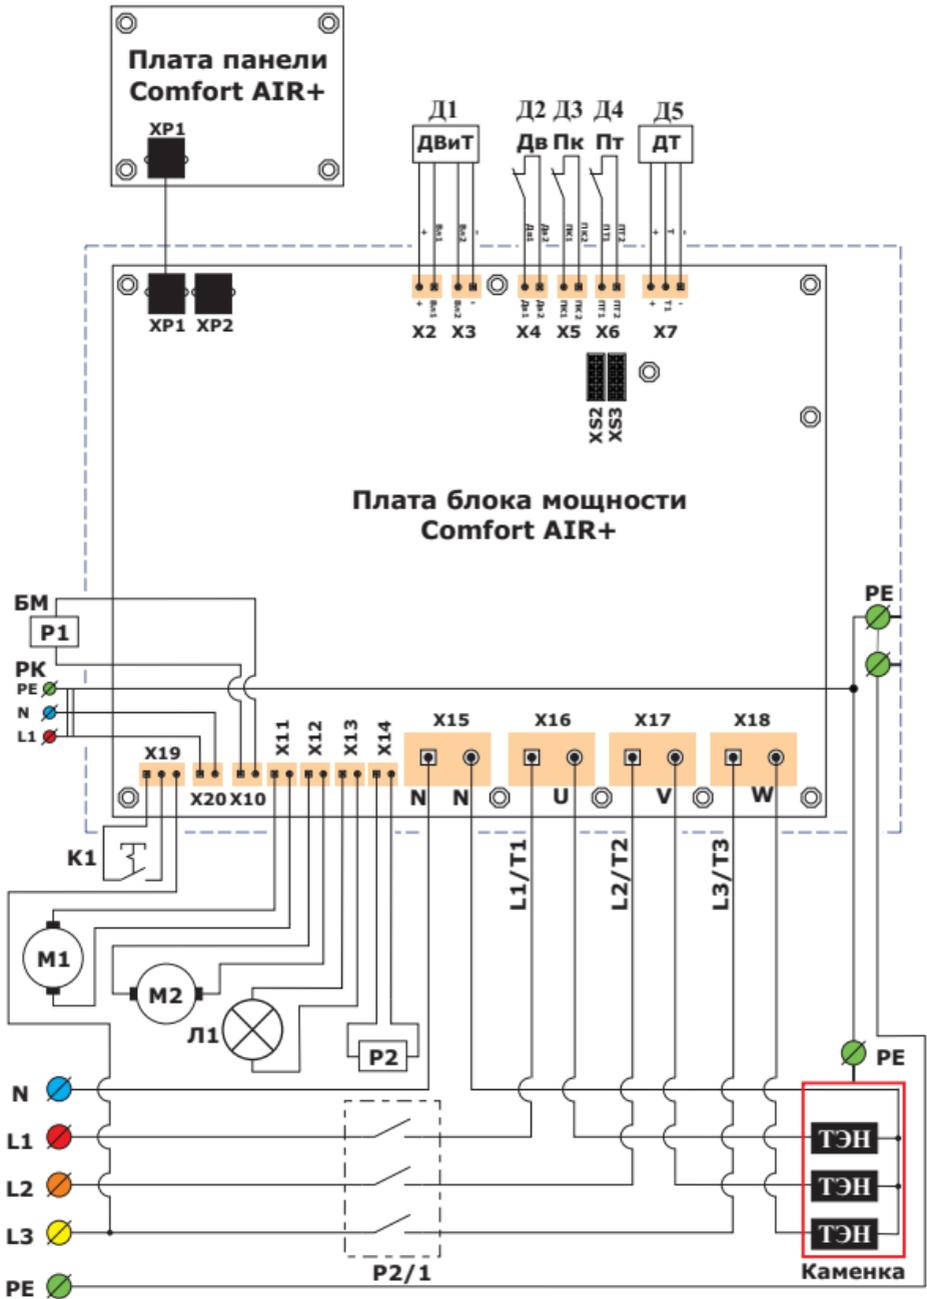

Рисунок 6. Схема подключения блока мощности Comfort AIR+ при трёхфазной сети питания
Схема подключения нагрузки (электрокаменки, до 18кВт) и доп. оборудования (двигатели, контакторы, освещение, датчики) к пульту управления при наличии трёхфазной сети питания приведена на **рис.6**
- **PE** – шпильки подключения вводного заземления и заземления электрокаменки (расположены на стенке внутри корпуса блока мощности, рис.6, поз.3)
ВНИМАНИЕ! Подключение доп. оборудования (двигатели, контакторы, освещение, датчики) производится согласно рис.6. Подключение датчиков производится кабелями, входящими в конструкцию каждого датчика. Мощность нагрузок, подключаемых к пульту, не должна превышать величин указанных в таблице 2.